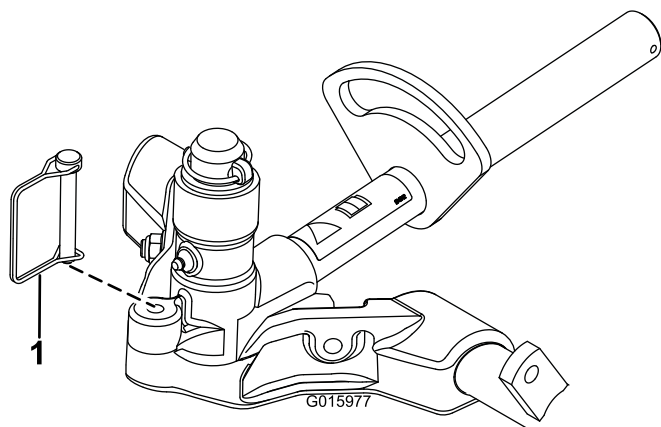

Figura 17
12. Per bloccare (fissare) lo sterzo sugli apparati di taglio, fissate la forcella al telaio portante con il perno di ritenuta (Figura 17).